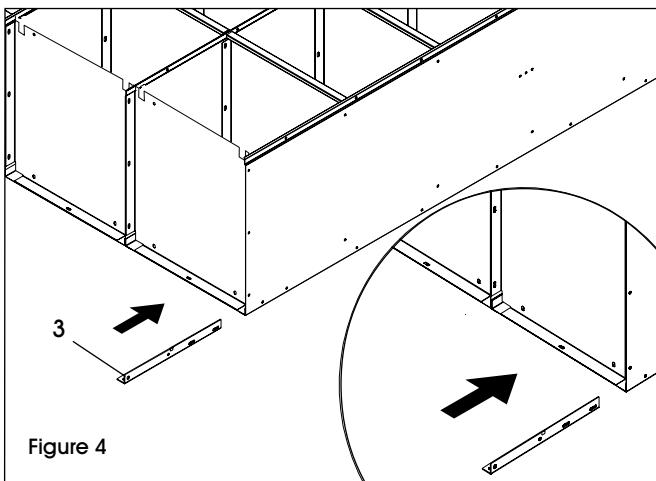

Figure 4
7. Insérez les pattes arrière (3) dans les coins extérieurs entre le fond et le côté. Boulonnez-les à l'aide de deux boulons et écrous par patte. (Voir Figure 4)